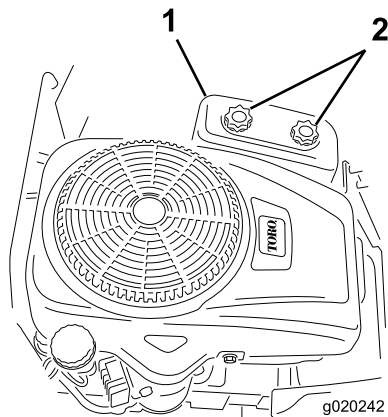

Figura 28
4. Remova a cobertura do filtro de ar desaparafusando os 2 botões (Figura 28).
- Coloque a cobertura do filtro de ar e aperte os dois botões (Figura 28).